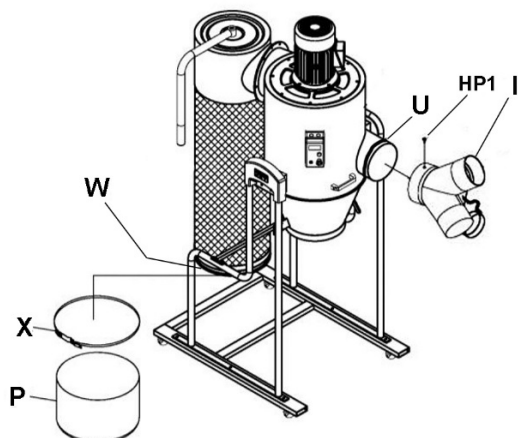

Abbildung 10
11. Schaumstoffklebeband (U) nahe an der Kante rund um die Einlassöffnung anbringen. Siehe Abbildung 10. Das Schaumstoffklebeband muss die runde Öffnung komplett umschließen.
12. Den Einlassadapter (I) am Hauptgehäuse anbringen und mit der Flanschkopfschraube (HP1) sichern.
13. Das Schaumstoffklebeband (W) unmittelbar über der unteren Kante des Topffilters anbringen. Das Schaumstoffklebeband muss den Topffilter komplett umschließen.
14. Den Auffangbeutel (P) am Boden des Topffilters anbringen und mit der Stahl-Beutelklammer (X) sichern.